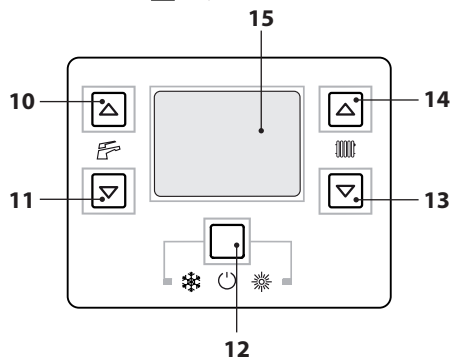

Figura 6.5
- Mantenga pulsado durante 2 segundos el botón 12 hasta que aparezcan en el display los símbolos  y  (Figura 6.5).
- Apague la caldera manteniendo pulsado durante 2 segundos el botón 12 (Figura 6.5) hasta que aparezca en el display LCD el símbolo — — — (los guiones se encienden en secuencia para simular un desplazamiento) (Figura 6.4).